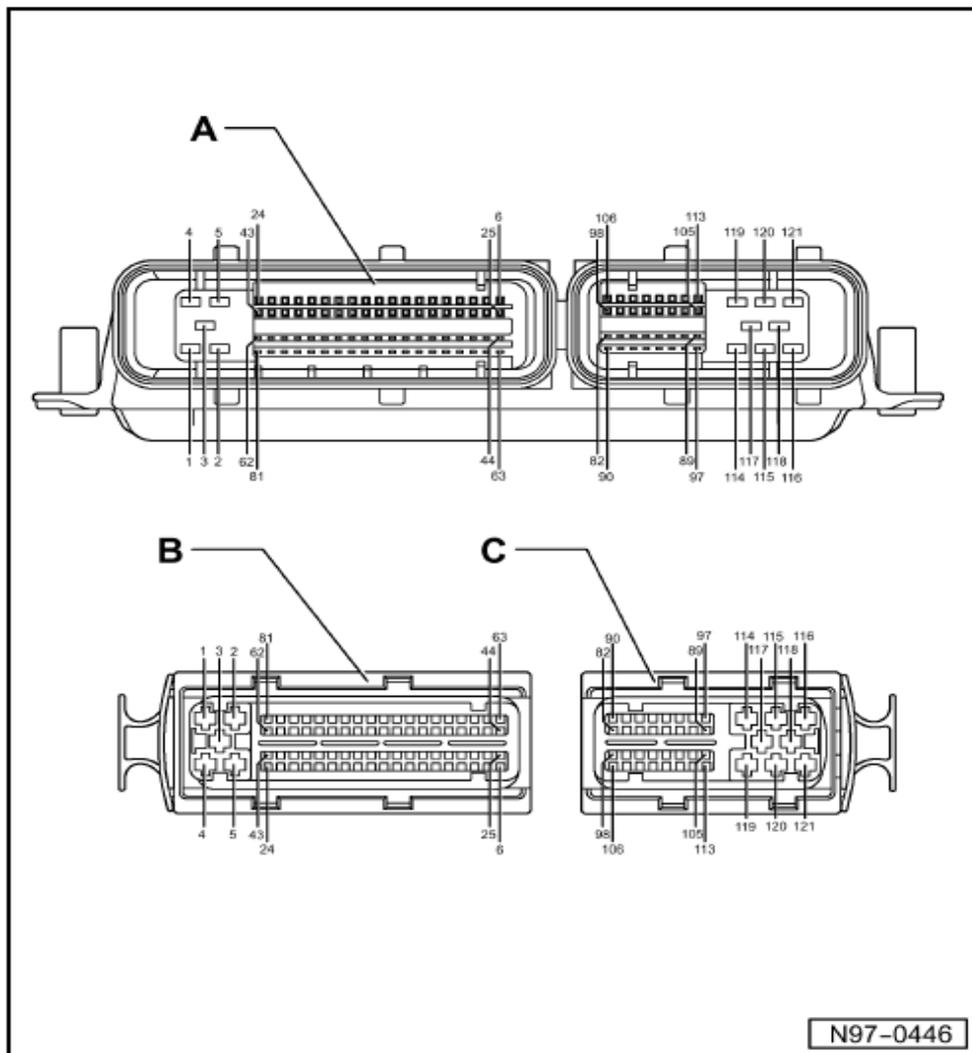

Fig.20 Conectores (2) B y C para la UCE de motor A.
-Si no se alcanza el valor indicado **verifica la alimentación de tensión 30-** Desconecta el conector correspondiente de la UCE de motor (fig. 20) y conecta entre contactos **1 y 62**: Debes obtener el voltaje de batería.